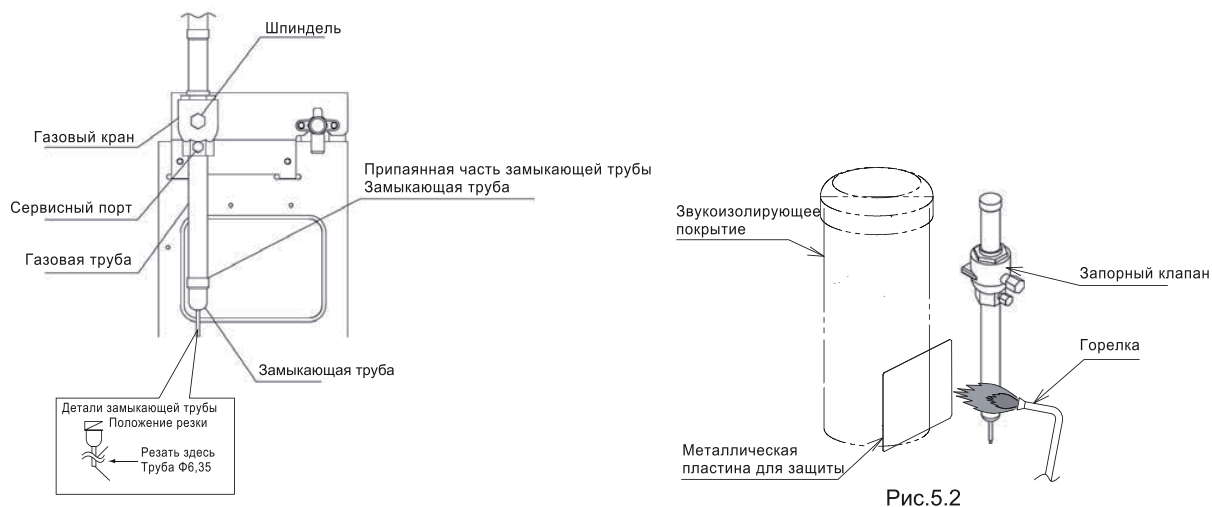

Рис.5.2
- (1) Убедитесь, что запорные клапаны полностью закрыты.
- (2) Во время пайки газовой трубы, прикройте компрессор и звукоизолирующее покрытие металлической пластиной, как показано на рис.5.2. Будьте внимательны, чтобы пламя от горелки не сожгло корпус запорного клапана.
- (3) Подключите трубки хладагента к внутреннему и внешнему блокам. Не допускайте прикосновения трубопровода хладагента к слабым частям здания, таким как стена, потолок. (Из-за вибрации трубопровода возможен ненормальный звук.)
- (4) Относительно пайки труб, применяйте крутящий момент затяжки, указанный в таблице 5.3. При сварке добавьте газообразный азот в трубу.
- (5) Полностью изолируйте трубы газа и жидкости.
- (6) После подключения трубопровода закрепите покрытие трубопровода, которым оборудован внешний блок. В противном случае, попадание снега или дождевой воды могут повредить блок